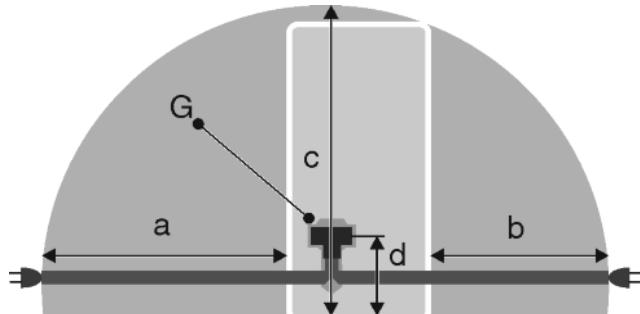

Fig. 48
- Zásuvka leží mimo oblast zadní stěny spotřebiče v dané oblasti Fig. 48 (a, b, c).
- Zástrčku spotřebiče Fig. 48 (G) zastrčte na zadní straně spotřebiče. Dávejte pozor na správné zaklesnutí.